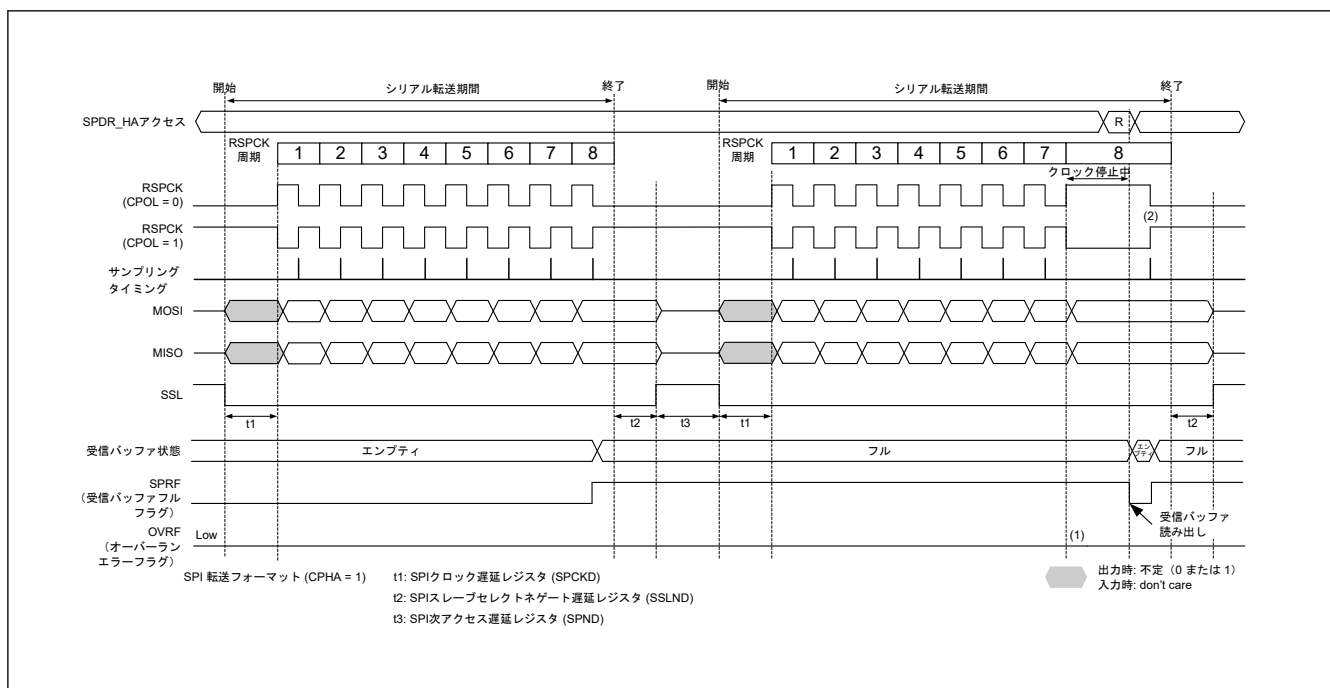
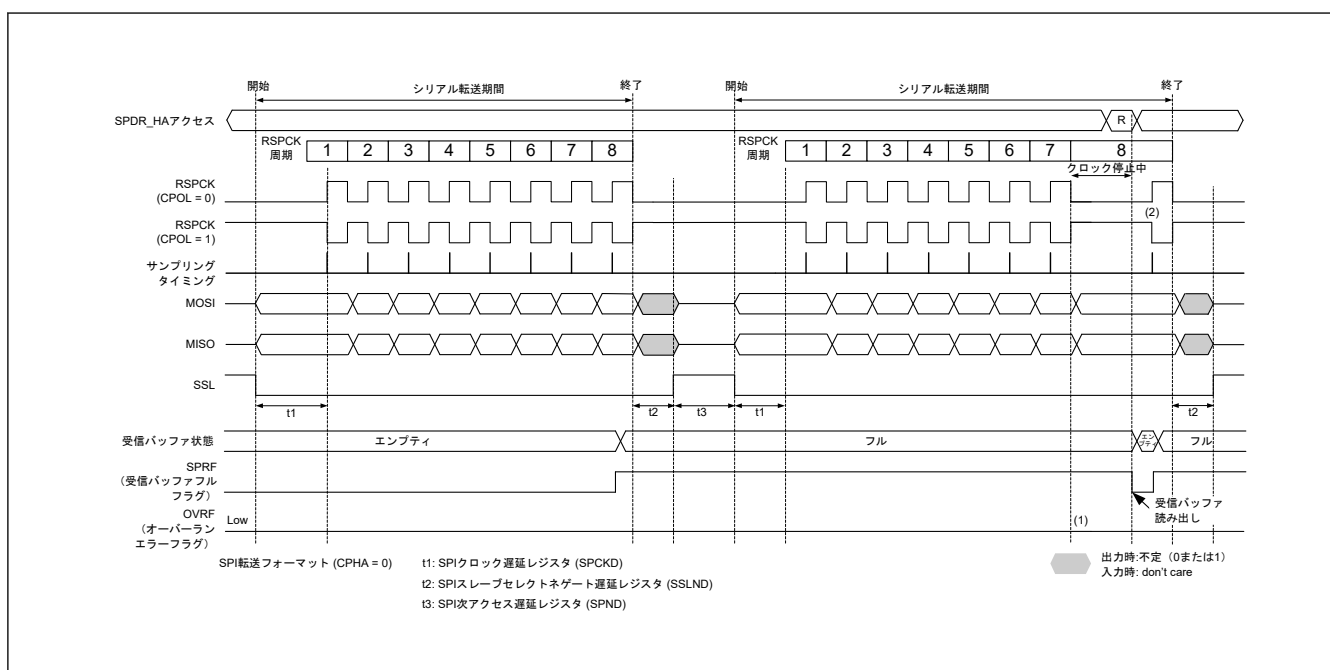

図 30.38 マスタモードの受信バッファフルの状態でシリアル転送が継続するときのクロック停止波形 (CPHA = 1)
図 30.39 マスタモードの受信バッファフルの状態でシリアル転送が継続するときのクロック停止波形 (CPHA = 0)
マスタモードで RSPCK 自動停止機能を有効 (SPCR2.SCKASE = 1) にした場合は、オーバーランエラーが発生しません。図 30.38 と図 30.39 に、マスタモード時の受信バッファフルの状態でのシリアル転送が継続するときのクロック停止波形を示します。
以下に、図 30.38 および 図 30.39 の (1)、(2) に示したタイミングでのフラグ動作を説明します。